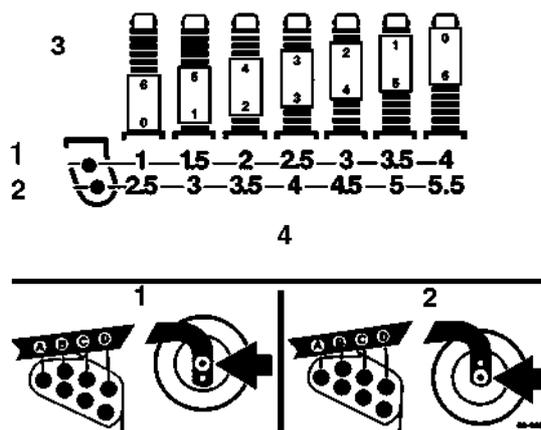

Figure 8
**Note :** les axes des roues pivotantes n'ont pas besoin d'être repositionnés, sauf s'ils ne sont pas à la même position. Ils doivent néanmoins tous se trouver dans les mêmes trous (Fig. 8).
La hauteur de coupe varie de 25 à 140 mm par incréments de 13 mm. Positionner les axes des roues pivotantes dans les trous supérieurs des fourches (Fig. 8) pour obtenir des hauteurs de coupe basses comprises entre 25 et 102 mm. Positionner les axes des roues pivotantes dans les trous inférieurs des fourches (Fig. 8) pour obtenir des hauteurs de coupe hautes entre 63,5 et 140 mm.